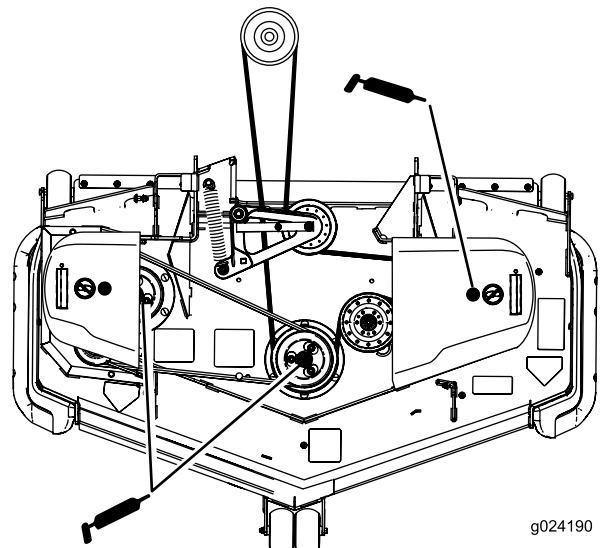

Bild 37
3. Schmieren Sie die drei Spindellager ein, bis das Schmiermittel aus den unteren Dichtungen austritt (Bild 37).
5. Fetten Sie den Spannarm des Treibriemens ein (Bild 37).